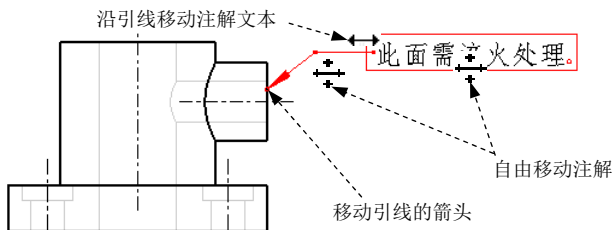

图 5.3.9 带引线注解的移动
(1) 选择  独立注解 和  偏移注解 创建的注解。这种注解无指引线, 可以被移到工程图中任意的位置。移动时, 可先选中它, 当注解加亮显示后, 将鼠标指针置于注解上, 此时光标变为 , 按住左键, 并移动鼠标, 注解会随着鼠标移动, 移到所需的位置后, 松开鼠标的左键。
(2) 选择  引线注解 创建的注解。这种注解有指引线，因此其移动操作较无指引线的复杂，移动时，可先选取它，如图 5.3.9 所示，同尺寸被选取后一样，在注解文本及其指引线的周围出现小方框。当鼠标指针移至这些小方框的附近时，指针以双箭头和四箭头的形式显示，拖动小方框可对注解作不同形式的移动。
说明：图 5.3.9 所示的工程图文件位于 D:\creo3.7\work\ch05.03.04 中，文件名为 base_drw_01.drw，供读者参考。